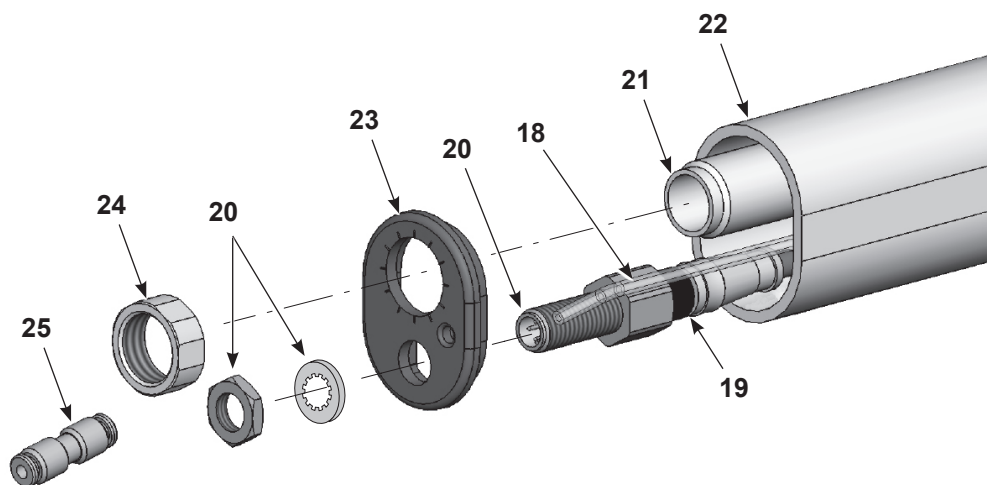

Рис. 17 Распылитель, монтируемый на трубке, разборка, 1 из 5
2. См. Рис. 17. Отсоединить муфту (25) от бесцветной 4-мм воздушной трубки (18).
3. Отсоединить кабель распылителя (не показан) от гнезда кабеля (20).
4. Отвернуть гайку (24) от стяжной трубки (21).
5. Отвернуть гайку и снять стопорную шайбу с гнезда кабеля (20). Сохранить гайку и стопорную шайбу для использования.
6. Снять торцевую крышку (23) на конце распылителя.
9. См. Рис. 17. Присоединить удлинительный кабель (19) к гнезду (20) в торцевой крышке (23).
11. Поставить торцевую крышку на монтажную трубку, пропустив стяжную трубку (21) и бесцветную 4-мм трубку (18) через торцевую крышку.
12. Закрепить гнездо кабеля (20) на торцевой крышке, используя стопорную шайбу и гайку.
13. Навернуть гайку (24) на стяжную трубку и надежно затянуть.
14. Присоединить муфту (25) к бесцветной 4-мм трубке.